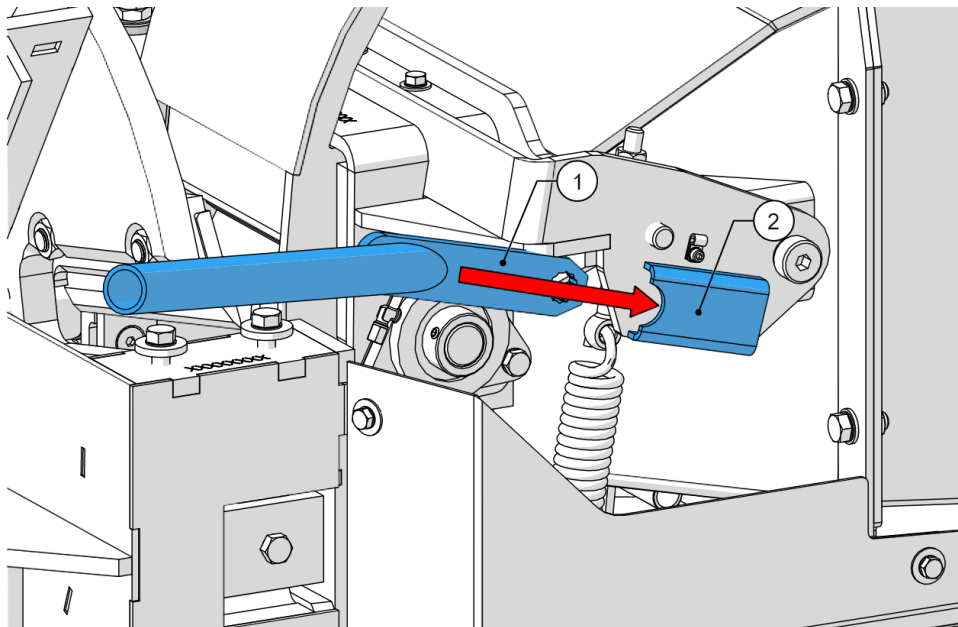

Abbildung 42 - Federspannung der Einzugswalze
11. Setzen Sie den Hebel (1, Abbildung 42) für die obere Einzugswalze in den Schlitz ein (2, Abbildung 42).